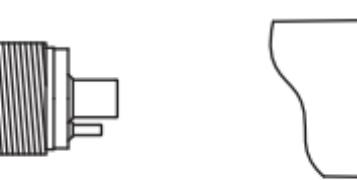

Fig. 5
- 3) Si l'anneau de mobile FWD/REV est positionné entre "F" et "R", l'arrivée d'air d'entraînement sera interrompue et le moteur ne tournera pas.(Fig. 5)